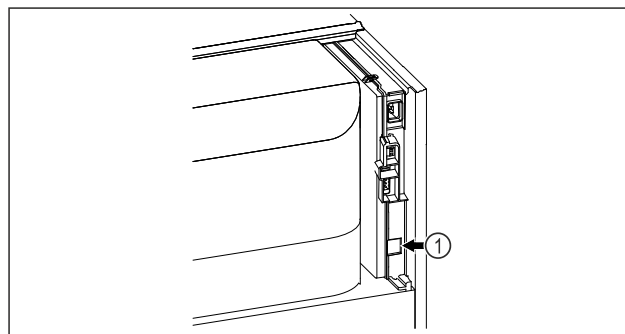

Fig. 83
- Je používán SmartModule Fig. 83 (1).